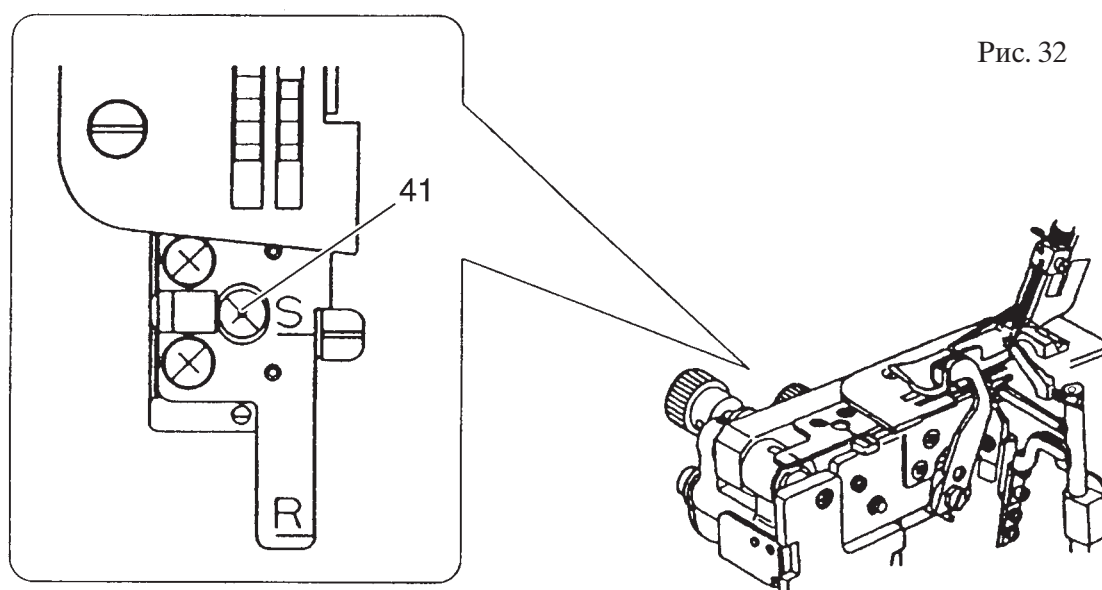

Рис. 33
- Установите рычажок регулятора отцепного пальца в положение г „S” (рис. 33).